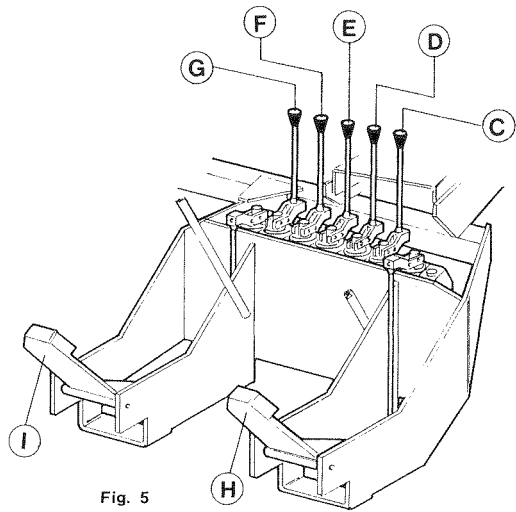

Fig. 5
- il distributore posto in alto sulla colonna (fig. 5) serve per il comando della gru e i loro movimenti si realizzano con le leve (C, D, E) e con i pedali (H, I) mentre i movimenti di eventuali accessori idraulici si realizzano con le leve (F, G).
- The distributor on the top seat, on the column, (fig. 5), operates the crane functions through levers (C,D,E) and pedals (H, I), eventual supplementary functions are through levers(F, G).
- Le distributeur, placé en hauteur sur la colonne (fig. 5), actionne les mouvements de la grue au moyen des leviers (C, D, E) et des pédales (H, I); le fonctionnement d'éventuels accessoires hydrauliques s'obtient au moyen des leviers (F, G).
- Die Hebel (G, D, E) und (H, I) am Steuerblock des Hochsitzes an der Säule (Bild 5) sind zur Bedienung der Kranbewegungen. Eventuelle zusätzliche Funktionen erfolgen durch weitere Hebel (F, G).